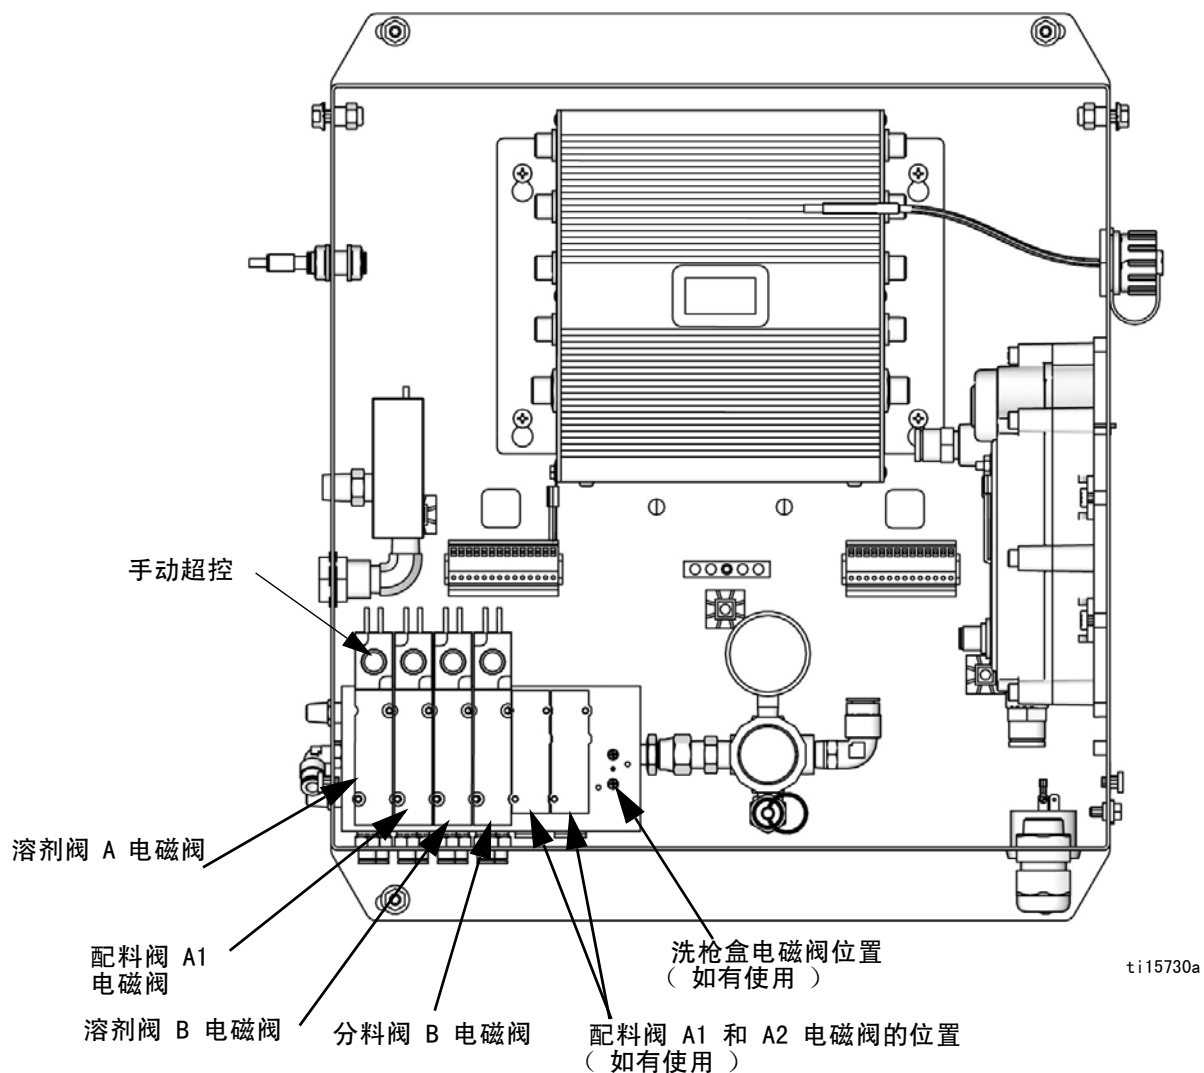

图 22. 控制箱中的电磁阀
4. 扣动喷枪，推动 A1（A2，A3）和 B 配料电磁阀上的手动超控以释放压力。参见图 22。
7. 扣动喷枪，将手动超控推到 A 和 B 溶剂电磁阀上以释放溶剂压力。参见图 22。确认溶剂压力已降至 0。